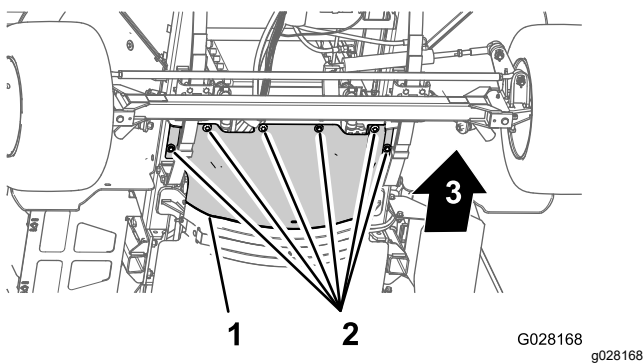

Figura 65
3. Retire os 6 parafusos de cabeça hexagonal e as 6 anilhas que fixam a proteção térmica dianteira ao chassis e retire a proteção (Figura 65).